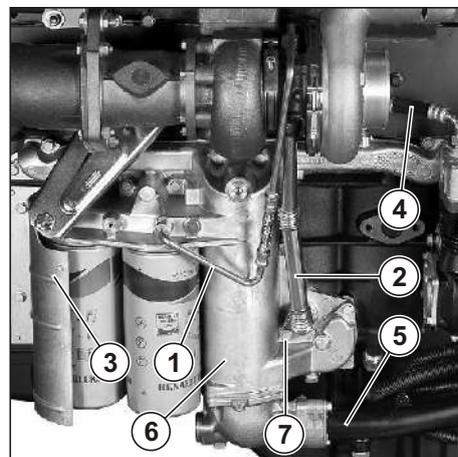

Рис. 3. Снятие теплообменника.
(см. Рис. 3)
ПРИ УСТАНОВКЕ ОПОРЫ 2542 СТРОГО СОБЛЮДАТЬ ДЛИНУ ПОД ГОЛОВКОЙ БОЛТА (7) (СМ. РИС. 3), КОТОРАЯ СОСТАВЛЯЕТ 25 ММ.